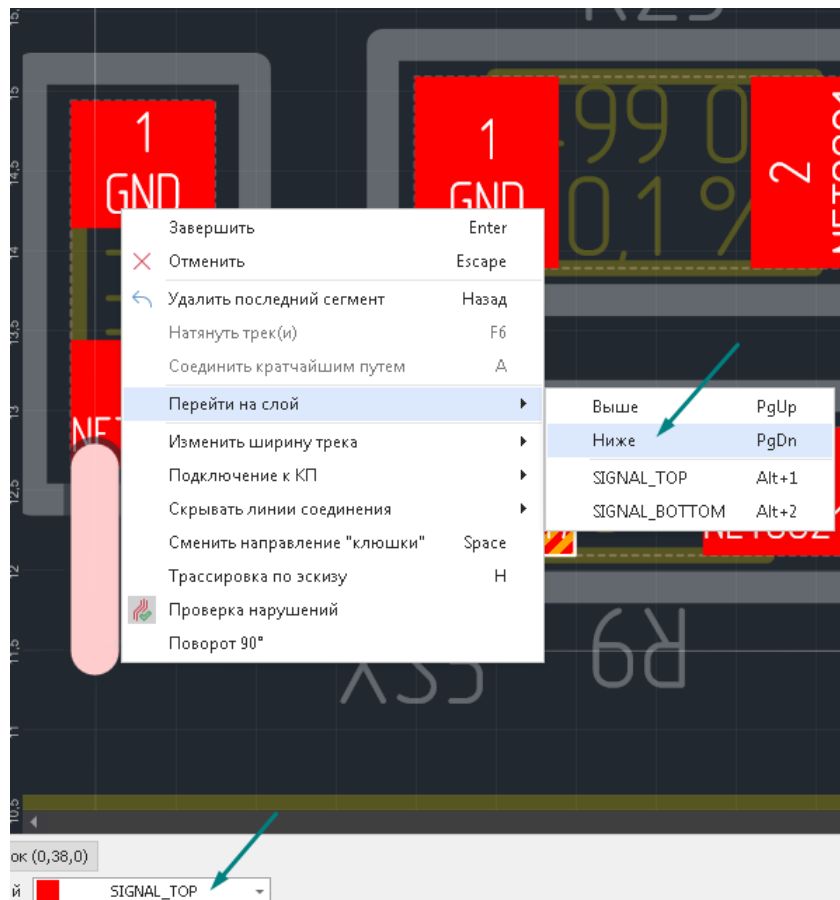

Рис. 186 Выбор направления перехода по слоям
2. Вызвать из контекстного меню пункт «Перейти на слой», с выбором слоя во вложенной части меню в зависимости от взаимного расположения слоев, между которыми требуется осуществить переход, см. Рис. 186.